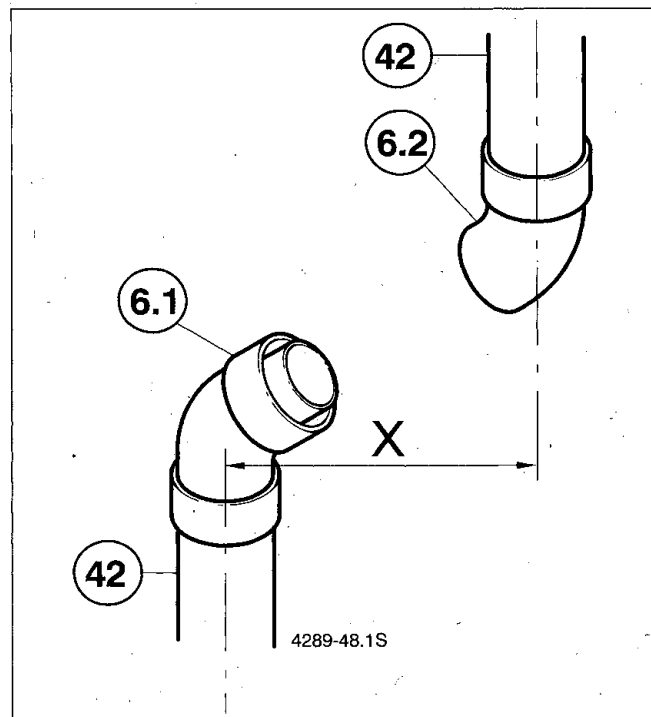

Bild 4
- Ermitteln Sie das Abstandsmaß „X“ (Bild 4).